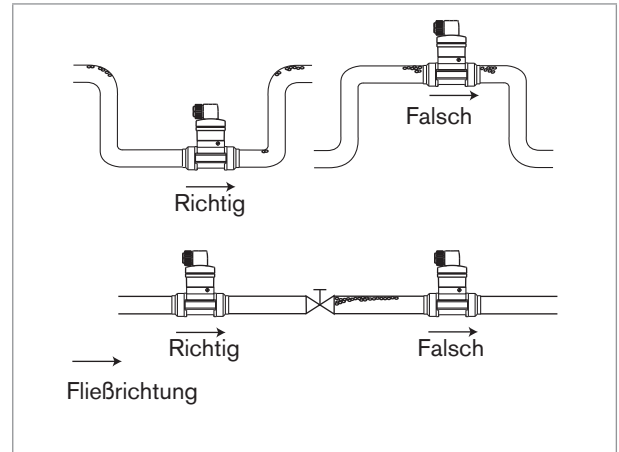

Bild 4: Zusätzliche Installationempfehlungen
- Die Bildung von Luftblasen in der Rohrleitung vermeiden (siehe Bild 4).